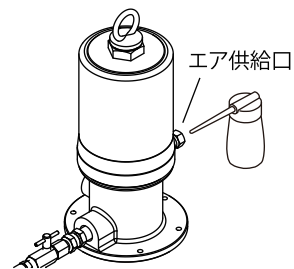

Fig. 1
- エア供給口に潤滑油を数滴（約0.5 mL）注入します。（Fig. 1）